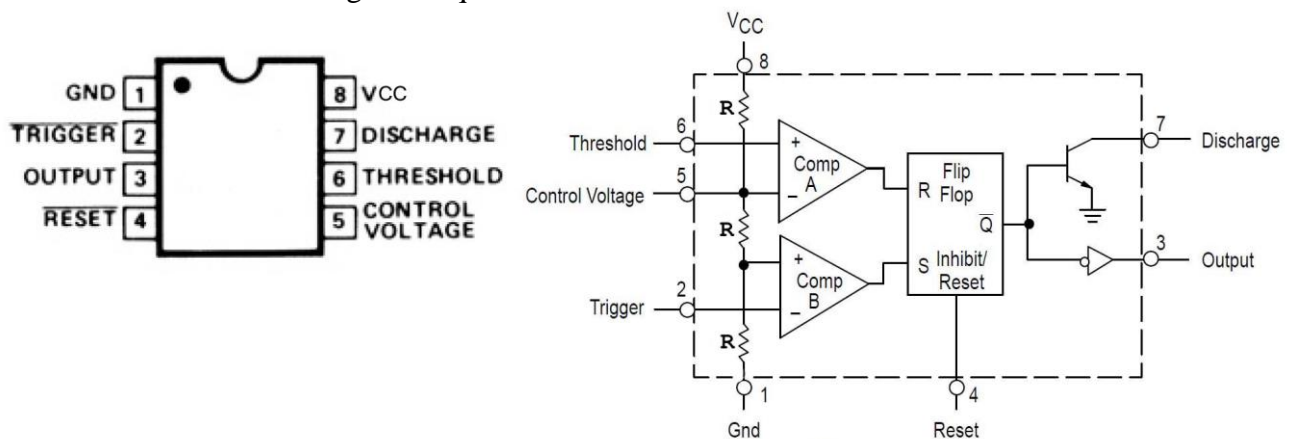

Fig. 2 : schéma de principe et brochage du NE555
Le NE555 est un circuit couramment utilisé lorsqu'il est nécessaire de réaliser un astable ou un monostable. Son brochage ainsi que son schéma de principe sont donnés à la figure 2.
- Donner l'état (bloqué ou saturé) du transistor relié à la patte "discharge" (figure 2) pour les différentes phases de fonctionnement.